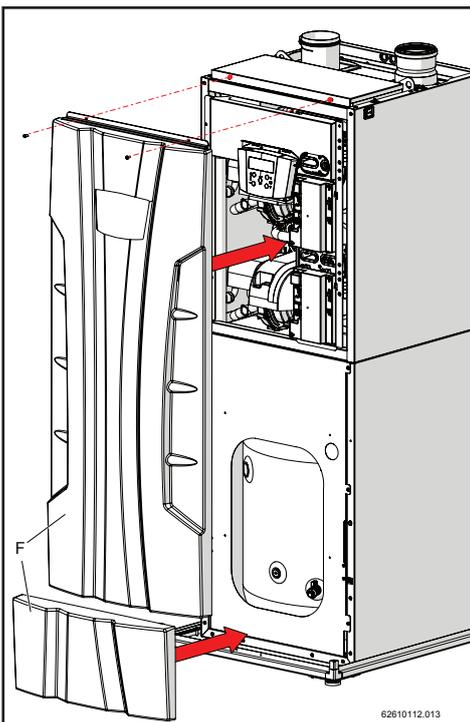
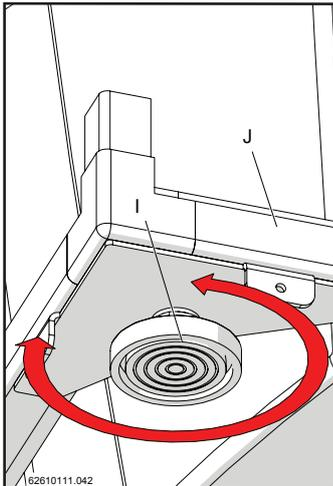

Figure 12-7
Figure 12-8
- 4.- Insérer le couvercle supérieur "F" de l'appareil (fig. 12-7) et agir sur les pieds réglables "I" du cadre inférieur "J" pour ajuster sa stabilité sur le plan de installation (fig. 12-8).